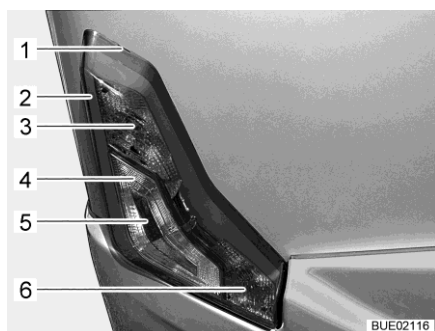

Bild 313 Belysning bak
- Sätt i ett platt verktyg i skåran (Bild 313,1) och lyft av huset försiktigt.